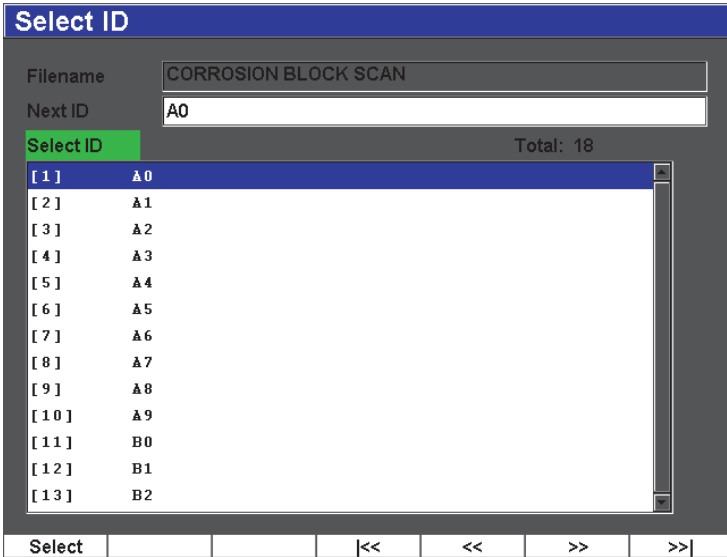

图 11-11 选择 ID 菜单
- 要从当前打开文件中的全部 ID 码列表选择一个 ID，需选择 **File**（文件）> **Select ID**（选择 ID）（参见第 215 页的图 11-11）。